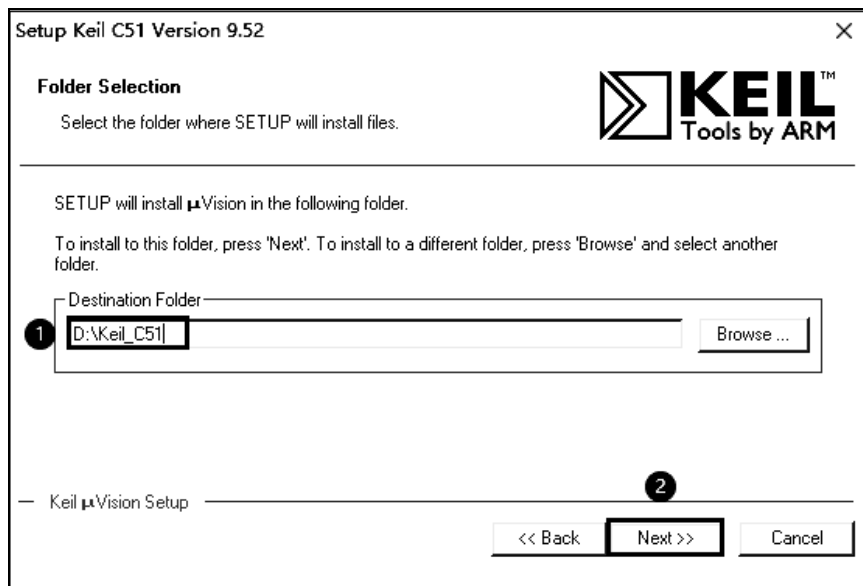

图 1-15 Keil C51 安装 3
(3) 打开的界面如图 1-15 所示，选择安装路径和存放路径，建议安装在 D 盘下的 “Keil_C51” 文件夹中，然后单击 “Next” 按钮。读者也可以自行选择安装路径。